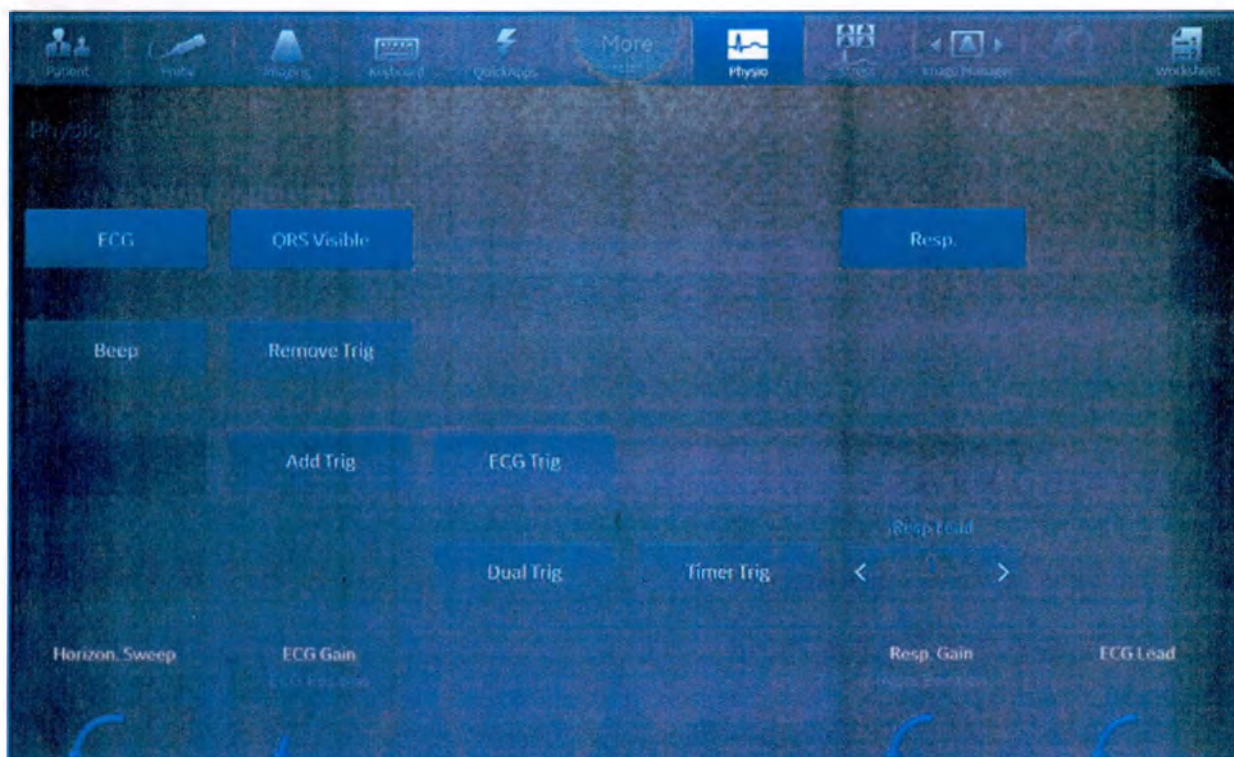

Рис. 3-16. Элементы управления мониторингом ЭКГ
1. По умолчанию ЭКГ отображается во всех кардиологических приложениях. При работе с другими приложениями необходимо нажать на вкладку **Physio** (Физиологические кривые) на сенсорной панели. После этого нажмите **ECG** (ЭКГ) (Рис. 3-16).